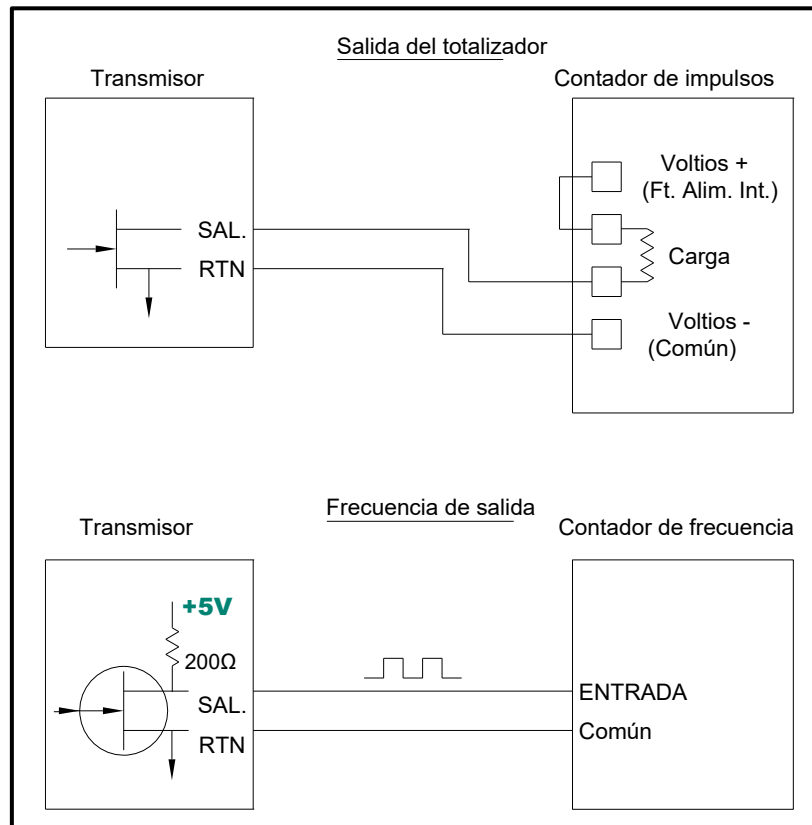
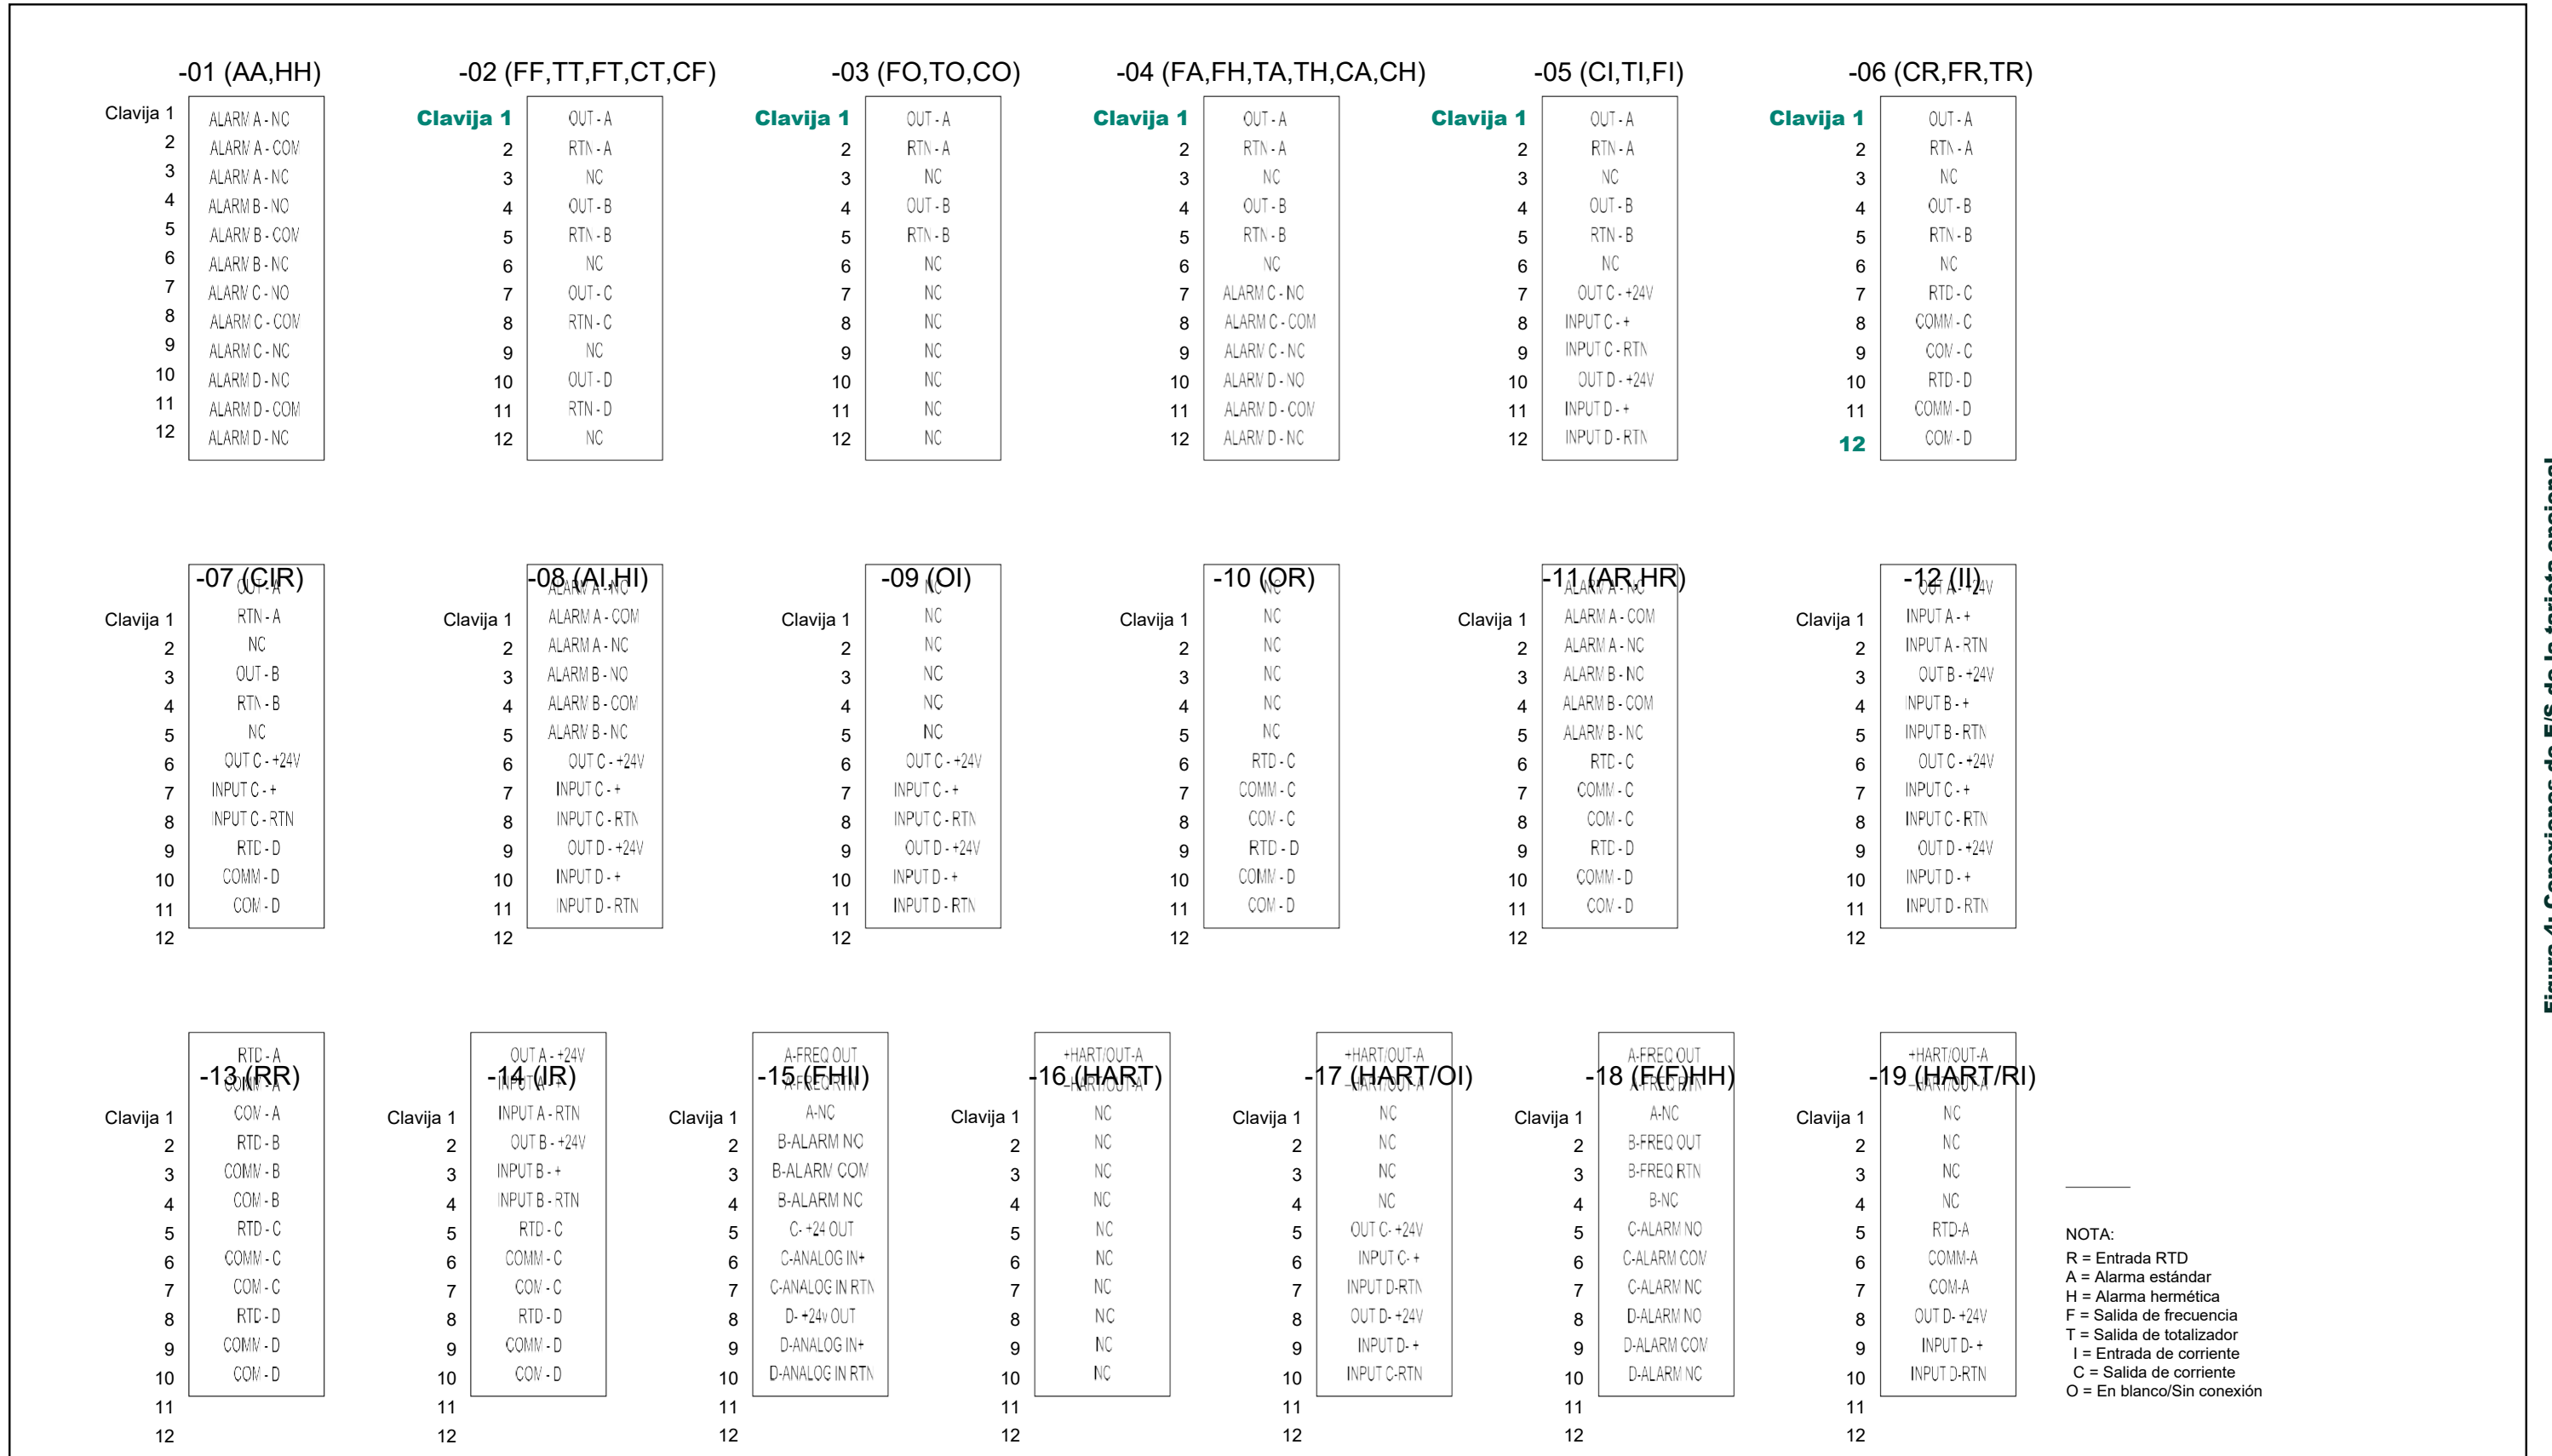

Figura 2: Cableado del totalizador y de la salida de frecuencia
Figura 4: Conexiones de E/S de la tarjeta opcional
**IMPORTANTE:** La calibración de las **entradas B, C o D** es idéntica a la calibración de la **entrada A**. Sin embargo, asegúrese de volver a conectar la fuente de corriente en el bloque de terminales **J2**. Consulte la Figura 4 en la página 12 para ver los números de patilla correctos.
**IMPORTANTE:** El procedimiento para calibrar todas las entradas es el mismo. Sin embargo, cuando calibre una entrada diferente, asegúrese de volver a conectar la fuente de corriente en el bloque de terminales **J2**. Consulte la Figura 4 en la página 12 para ver los números de patilla correctos.
Prepare el procedimiento de calibración conectando el transmisor de temperatura RTD a la entrada deseada (A, B, C o D) en la tarjeta opcional. Consulte la Figura 4 en la página 12 para identificar las patillas RTD(+) y COM(-) de la entrada deseada en el bloque de terminales J2.
**IMPORTANTE:** Cuando calibre las otras entradas, asegúrese de volver a conectar la fuente de corriente en el bloque de terminales **J2**. Consulte la Figura 4 en la página 12 para ver los pines correctos.
Prepárese para el procedimiento de prueba conectando un óhmetro a las clavijas **NO** y **COM de la alarma deseada** en la tarjeta opcional. Consulte la Figura 4 en la página 12 para identificar las clavijas **NO**, **NC** y **COM de la alarma deseada** en el bloque de terminales J2.
**IMPORTANTE:** El procedimiento para probar todas las alarmas es el mismo. Sin embargo, cuando pruebe una salida diferente, asegúrese de volver a conectar el óhmetro en el bloque de terminales **J2**. Consulte la Figura 4 en la página 12 para ver los números de patilla correctos.
Prepárese para el procedimiento de prueba conectando un contador de impulsos a la salida deseada de la tarjeta opcional. Consulte la Figura 2 para el cableado de salida del totalizador, y la Figura 4 en la página 12 para identificar los pines **OUT(+)** y **RTN(-)** para la **Salida A** en el bloque de terminales J2.
**IMPORTANTE:** El procedimiento para probar todas las salidas es el mismo. Sin embargo, cuando pruebe otra salida, asegúrese de volver a conectar el contador de impulsos en el bloque de terminales **J2**. Consulte la Figura 4 en la página 12 para ver los pines correctos.
Prepárese para el procedimiento de prueba conectando un contador de frecuencia a la salida deseada de la tarjeta opcional. Consulte la Figura 2 en la página 8 para el cableado de la salida de frecuencia, y la Figura 4 en la página 12 para identificar los pines **OUT(+)** y **RTN(-)** de la salida deseada en el bloque de terminales J2.
**IMPORTANTE:** El procedimiento para probar todas las salidas es el mismo. Sin embargo, cuando pruebe otra salida, asegúrese de volver a conectar el contador de frecuencia en el bloque de terminales **J2**. Consulte la Figura 4 en la página 12 para ver los pines correctos.